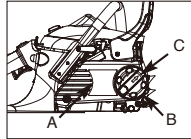

Fig. 3B
3. Släpp knappen (C) något genom att vrida ratten moturs och sedan vrida kedjespänningsringen (B) moturs för att släppa kedjan. (Fig. 3B)
4. Ta bort drivhulets kåpa (A) genom att vrida knappen (B) moturs. (Fig. 3B)